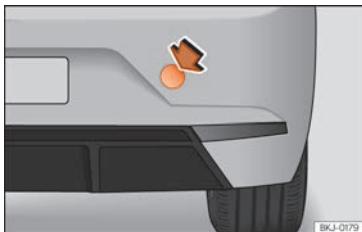

Fig. 47 Du côté droit du pare-chocs arrière : retirer le cache.
Le logement de l'œillet de remorquage à visser se trouve sur la partie droite du pare-chocs arrière, derrière un cache »» **fig. 47**.
- Appuyez sur la partie supérieure droite du cache »» **fig. 47** afin de le dégager.